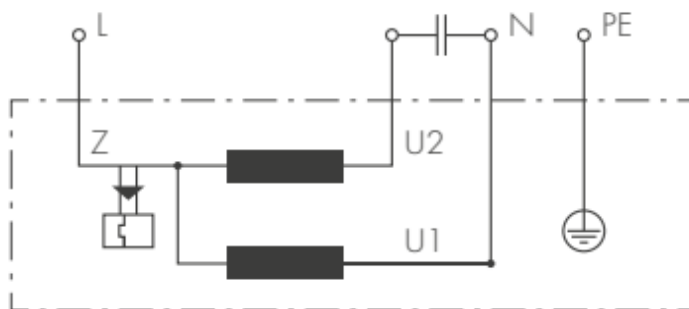
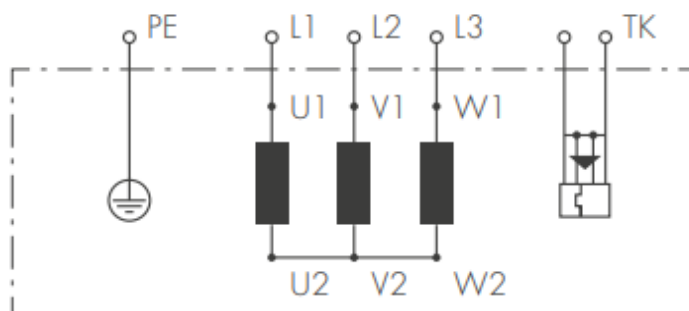

Рис. 2
Рис. 3
- в) электрическое присоединение двигателя производить в соответствии со схемой подключения (см. рисунок 2, рисунок 3).